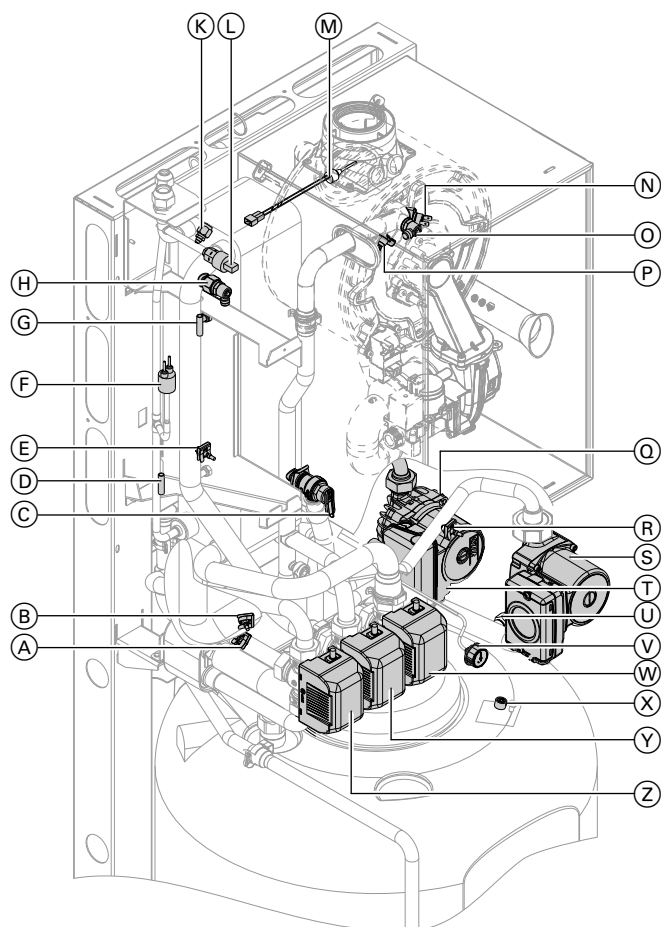

Abb. 87
2. Schlauch an Entleerungshahn Heizwasserrücklauf in geeignetes Gefäß oder Abwasseranschluss führen: Siehe Position (U) in Abb. 87 auf Seite 101.